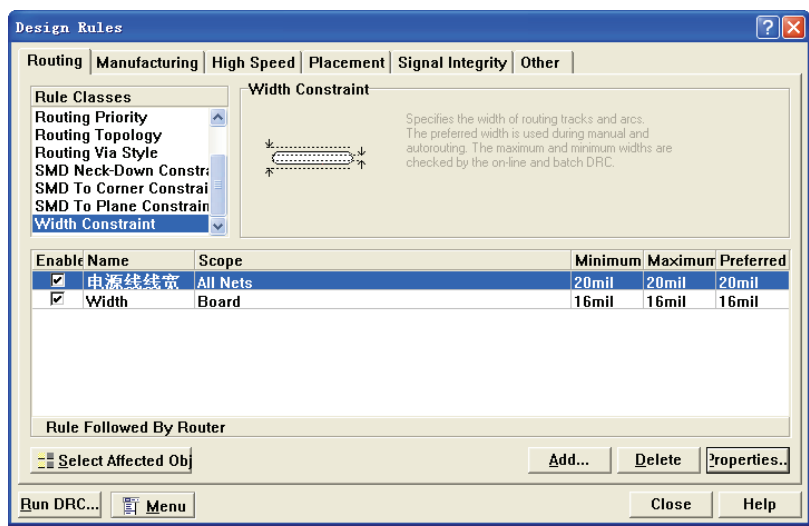

图 8-126 设置完成的线宽
(4) 返回“Design Rules”对话框，显示设置的线宽，如图 8-126 所示。